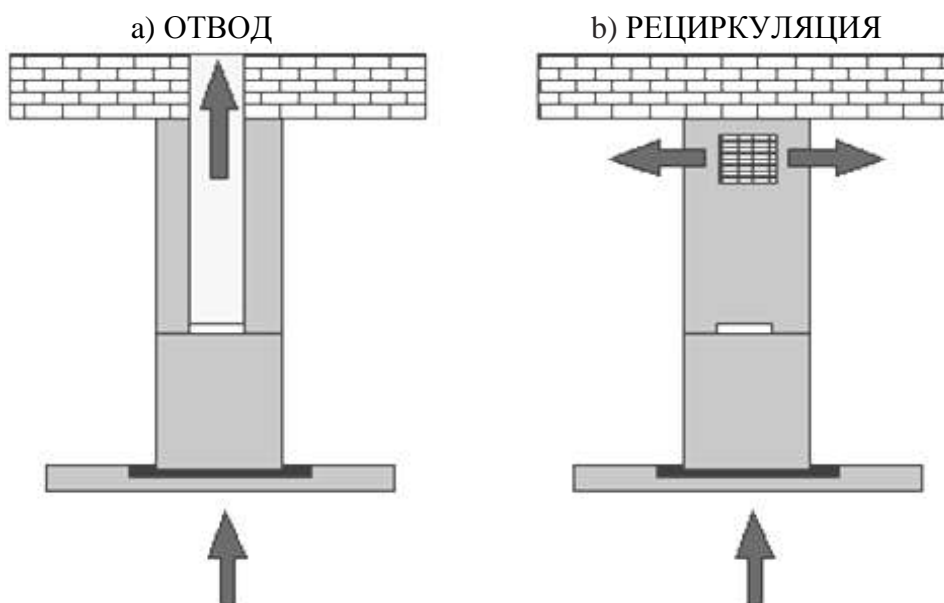

Рис. 8
1) Отвода (рис. 8а) – воздух удаляется из помещения через соединение вытяжки с вентиляционным каналом жестким пластиковым воздуховодом или гофрированным шлангом диаметром 150 мм. И, таким образом, все кухонные испарения, запахи, гарь и копоть, проходя через многоразовые алюминиевые жироулавливающие фильтры, выводятся за пределы помещения. При данном режиме работы нет необходимости устанавливать угольные фильтры. Режим отвода является наиболее эффективным, поскольку вытяжка удаляет все кухонные испарения за пределы кухни в вентиляционную шахту.